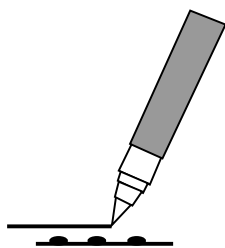

Рисунок 2
- c. Снимите колпачок. Несильно прижмите кончик ручки к листу черновой бумаги и сдавите корпус ручки. Чернила начнут равномерно выходить на бумагу. Медленным движением нарисуйте сплошную линию на черновой бумаге. Скорость рисования и давление на кончик ручки задают ширину дорожки (см. рисунок 2).